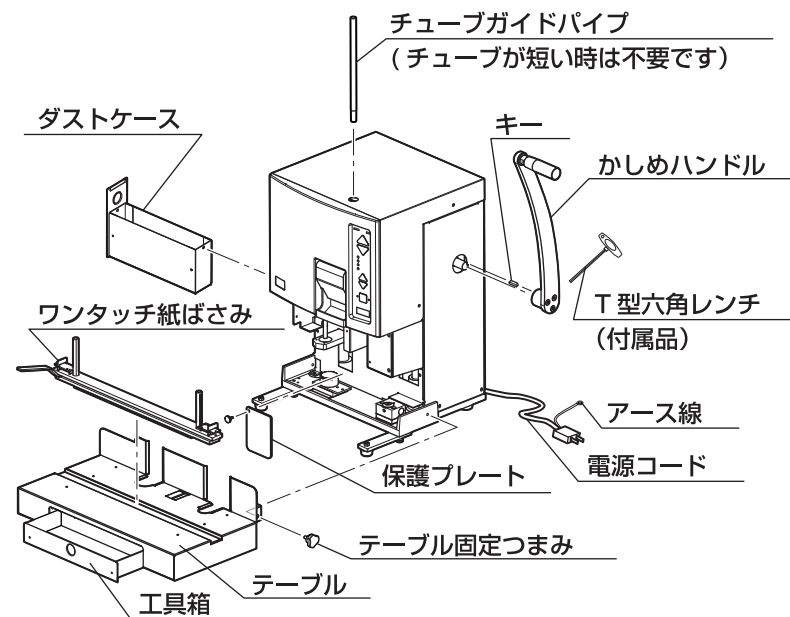

図4
**取り付け**：機械本体に付いているテーブル固定つまみを外し、テーブルを機械本体に沿わせるように挿入し、テーブル固定つまみで固定します。 **図4 参照**
**取り付け**：テーブルの図の位置に乗せます。 **図4 参照**
**取り付け**：機械本体上面のチューブ挿入口へ差し込みます。 **図4 参照**
**取り付け**：機械本体の左側面に挿入してください。 **図4 参照**
**取り付け**：テーブル前面にセットされています。 **図4 参照**